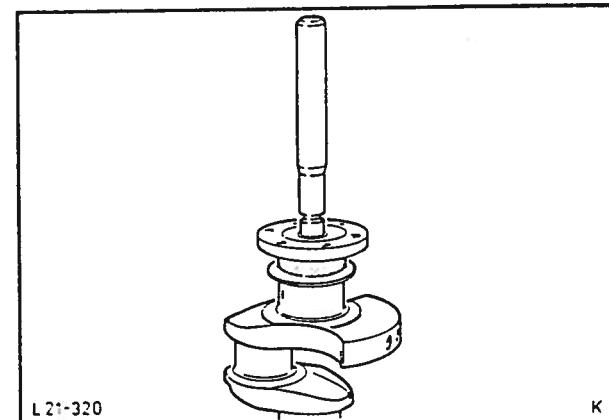

Fig. 57 Press inn veivakselens nälslager.
28. Press nälslageret (tetningsringen vendt utover) inn i veivakselen med spesialverktøy 21-067, fig. 57.